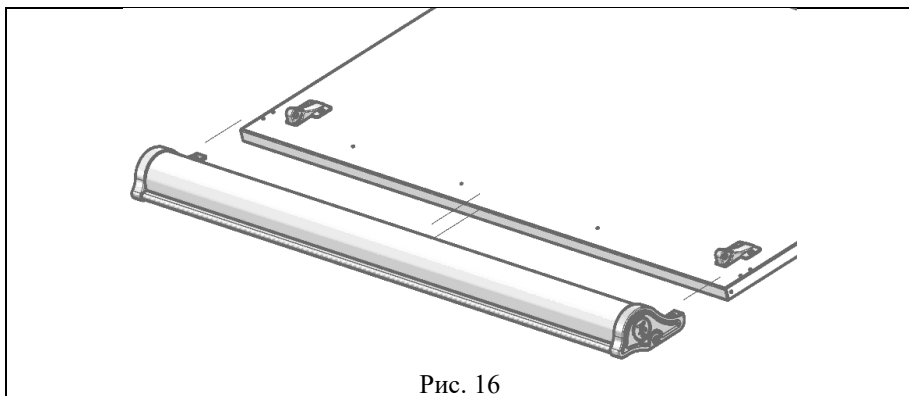

Рис. 16
5.5.4 Сборку по п. 5.5.3 установить на столешницу (сборка по п. 5.5.1) и закрепить саморезами с прессшайбой (поз. 2, пакет № 75А), (см. рис. 16, 16а).
Рис. 16а